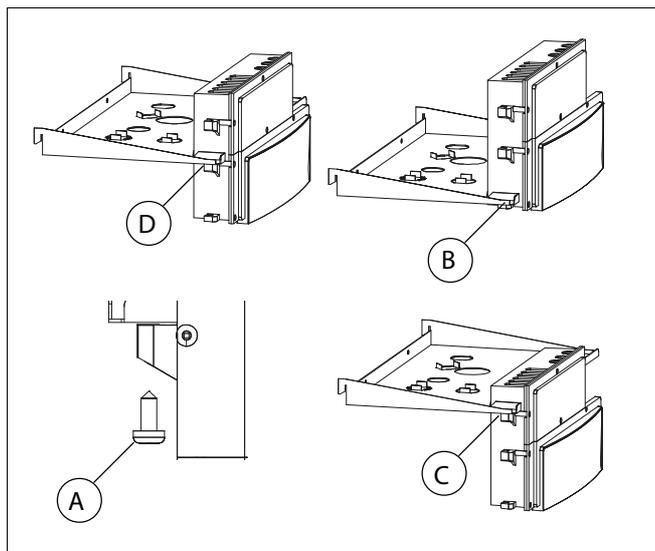

Fig. 44 Smontare il pannello di comando
Per installare il Kit, valvole 3 vie, collocare il pannello di comando nella posizione inferiore (fig. 44, **pos. C**), come segue:
- Allentare le tre viti di fissaggio (fig. 44, **pos. A**), due di queste si trovano ai lati del pannello comando e una sul retro. Disporre, successivamente, il pannello di comando in corrispondenza dei fori superiori (fig. 44, **pos. C**) e fissarlo.